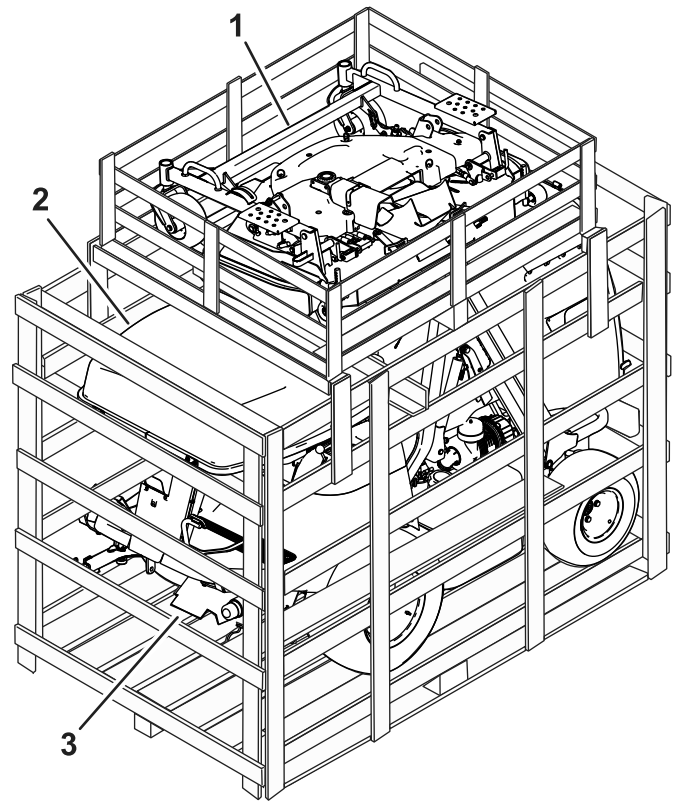

Figure 1
2. Déposez la caisse d'expédition du plateau de coupe (Figure 1).
3. Sortez la trappe de la trémie de la caisse d'expédition (Figure 1).
10. Sortez la machine de la caisse d'expédition (Figure 1).